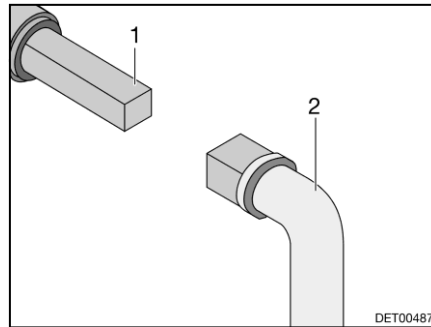

Fig. 67 Utilisation du robinet d'évacuation des eaux usées
- Insérer la clé (Fig. 67,2) sur la vis à quatre pans (Fig. 67,1).